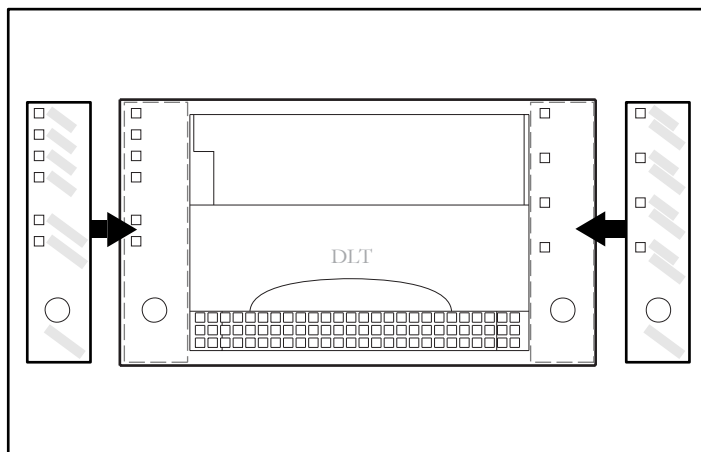

Figure 13 : Placement des étiquettes du panneau avant
1. Choisissez les étiquettes droite et gauche du panneau avant parmi celles fournies avec le kit. Collez-les sur le panneau avant existant. Reportez-vous à la Figure 13.
2. Si le connecteur SCSI ② de la première unité est pourvu d'une terminaison, retirez-la.
3. Connectez les unités de sauvegarde en plaçant un câble SCSI entre le connecteur SCSI ② de la première unité et le connecteur SCSI ③ de la seconde unité.